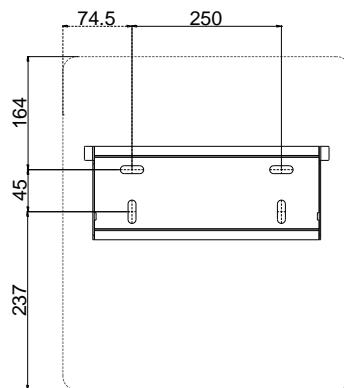

FIG.6-6 Posições de perfuração ($L \times A$, 399 x 446mm)
1) Utilize o suporte de montagem na parede como modelo e marque as posições dos furos, depois faça os 4 furos conforme a FIG. 6-6. (Diâmetro = 11mm, Profundidade \geq 55mm).
Nota: As dimensões externas ($L \times A$) do inversor é mostradas como uma linha tracejada na FIG. 6-6.